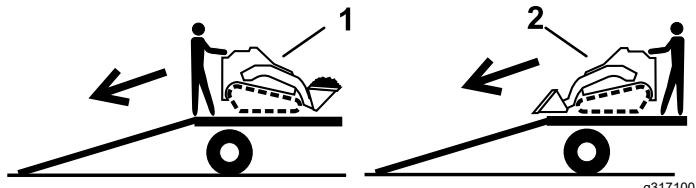

Figura 23
2. Descargue la máquina del remolque por la rampa con el extremo más pesado hacia arriba, y la carga en la posición más baja posible (Figura 23).